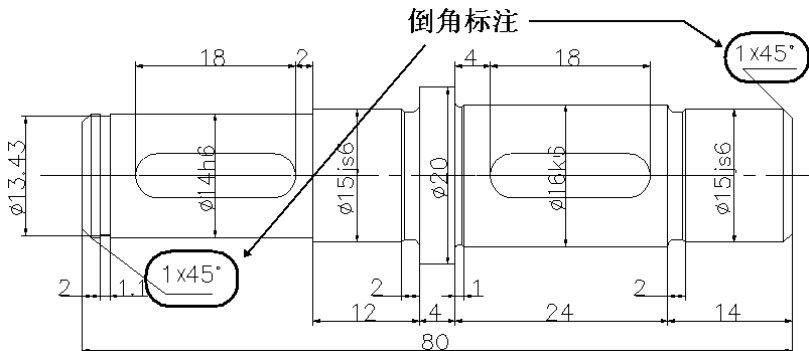

图 10
2) **倒角标注：**对前面所绘制的轴端两倒角边进行倒角标注，按步骤操作，结果如图 10